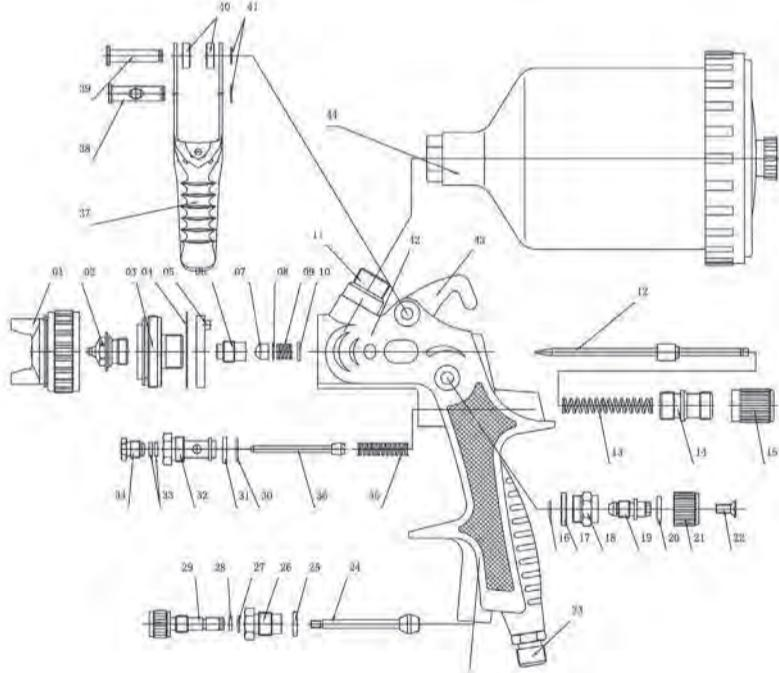

Рис. 1
СХЕМА КРАСКОПУЛЬТА (Рис. 1)
- Для регулировки шириной и формой факела, поверните соответствующий регулятор (№21, Рис.1). При необходимости форму факела можно изменить с овальной на круглую.
- Для регулировки соотношения подачи воздуха и материала, поверните регулятор подачи воздуха (№29, Рис.1) и/или регулятор подачи материала (№15, Рис.1) до нужного положения. Во время работы ни в коем случае не выкручивайте регуляторы полностью.